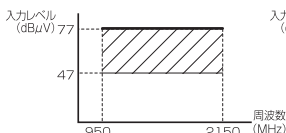

図1. 24波時入力レベル範囲
- CS/BS(*)：24波時 47～77dB μ V(950MHz/2150MHz) (※図1) **CUF45MS** **C50MS**